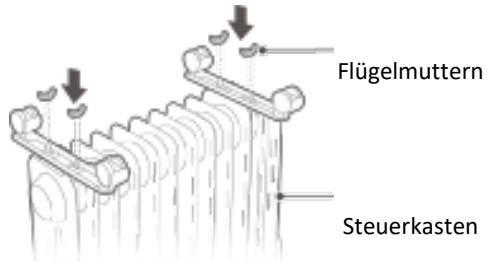

Abbildung 2
3. Wie in Abbildung 2 gezeigt, werden zwei Sätze von Rollfußkomponenten mit vier Flügelmuttern festgezogen. Befestigen Sie alles und setzen Sie dann den Heizkörper in Position – setzen Sie einfach die Räder auf den Boden.